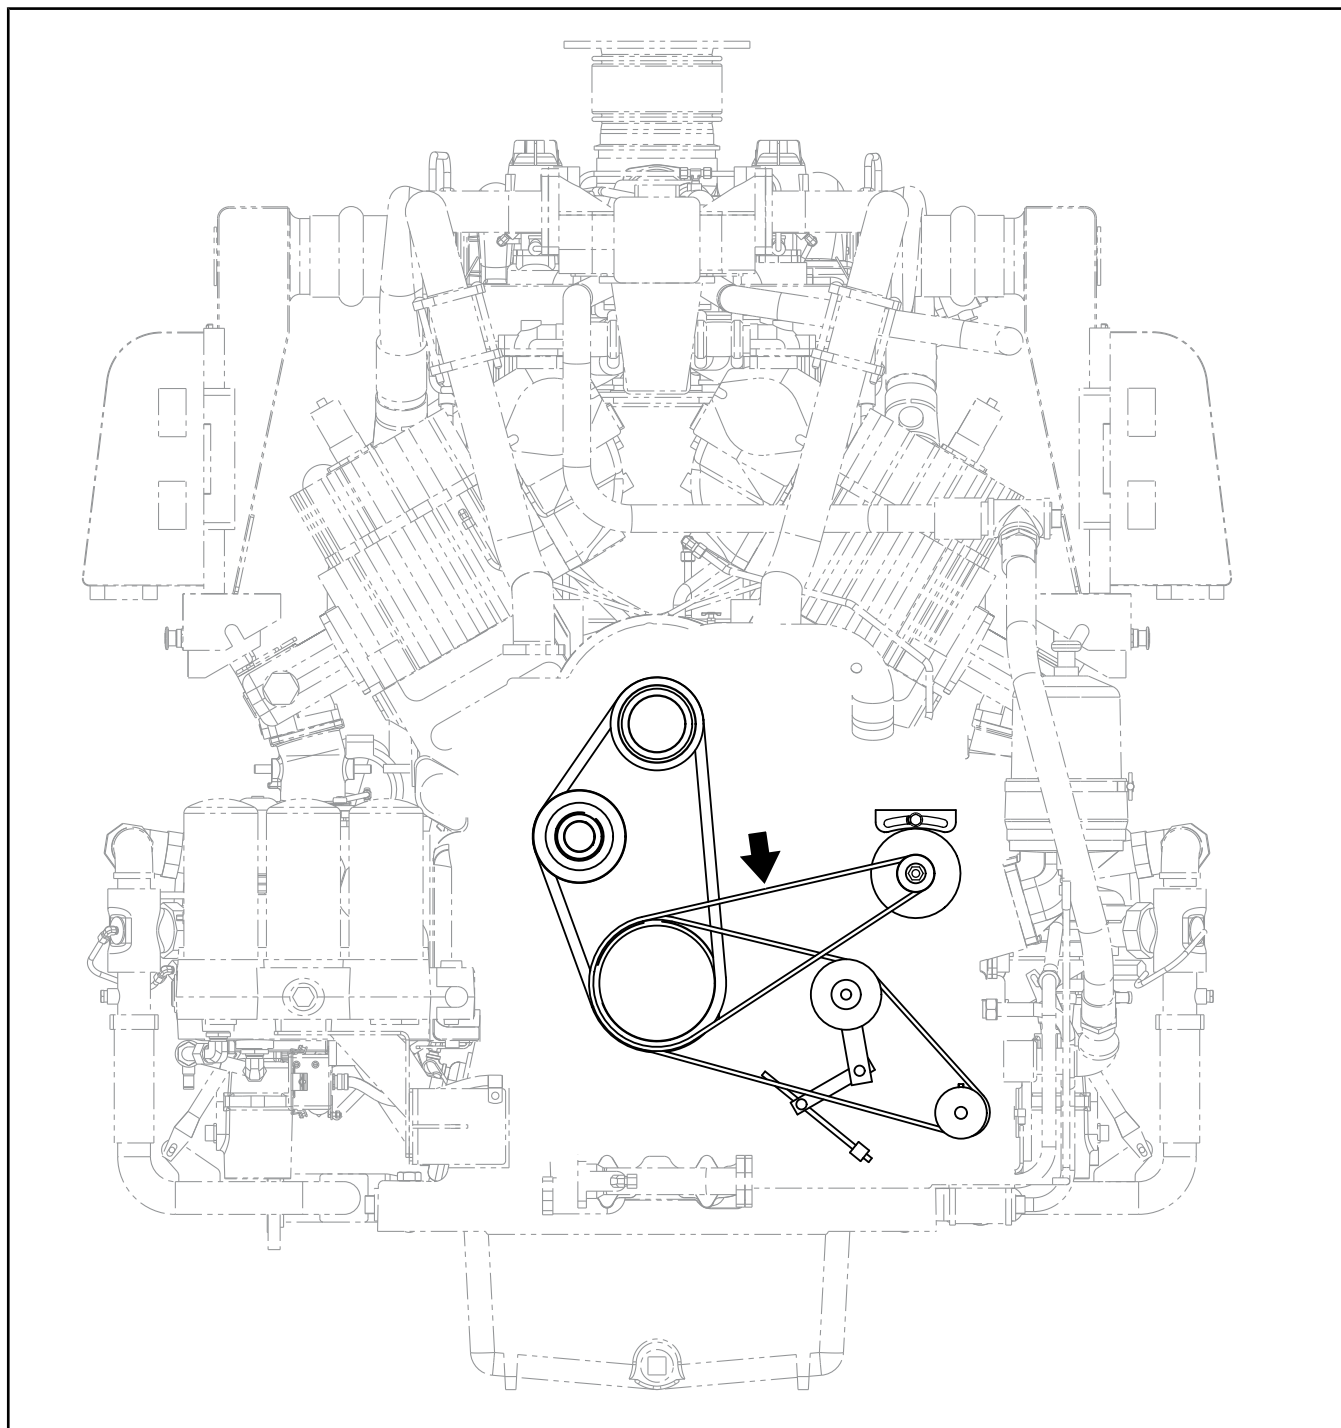

Рисунок 11.10-2: Место измерения натяжения ремня генератора переменного тока
- a. Измерьте натяжение ремня в середине наиболее длинного участка ремня (см. Рисунок 11.10-2).